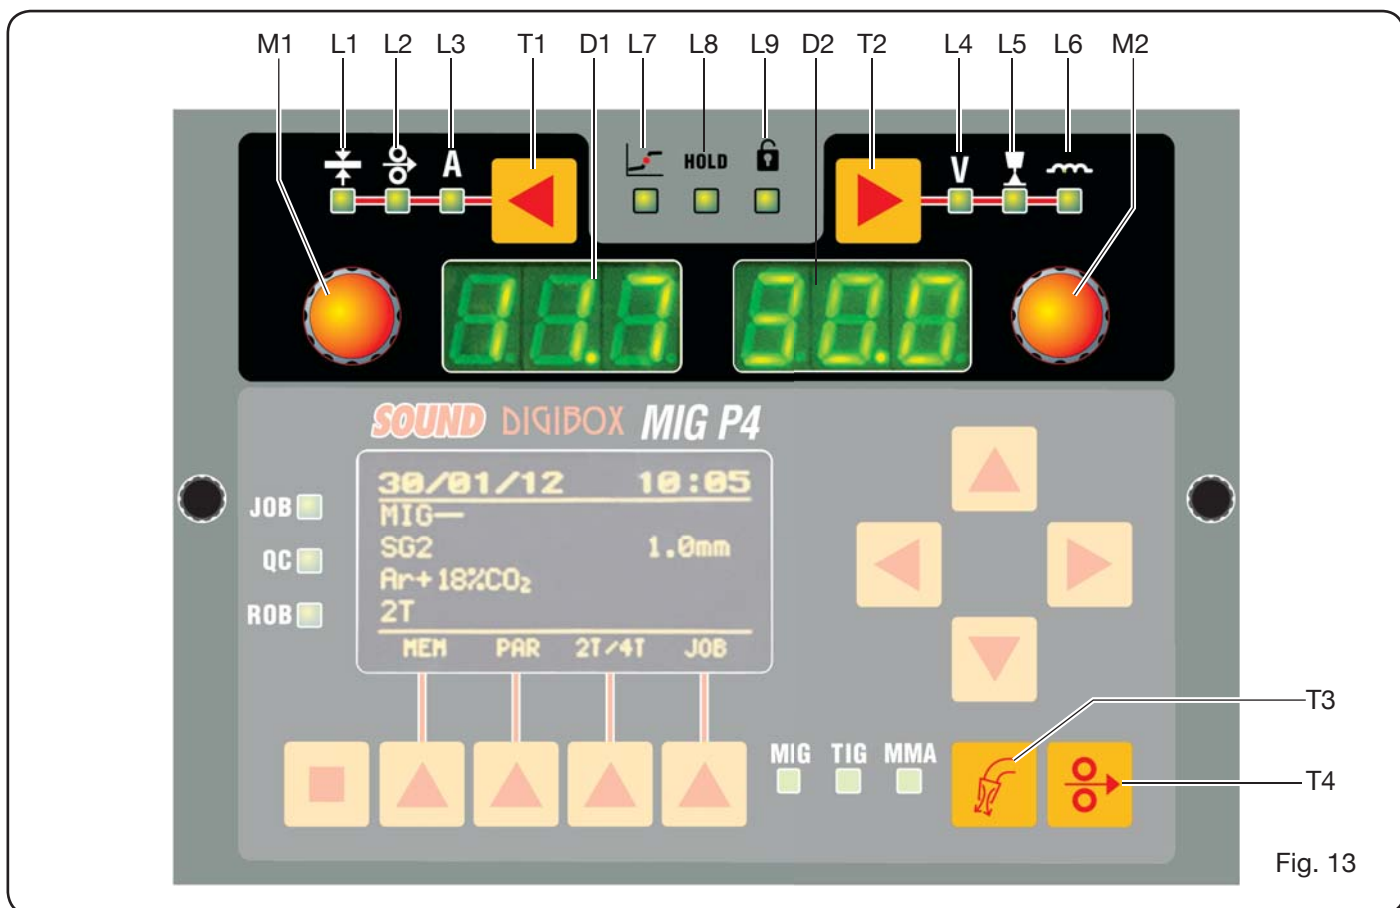
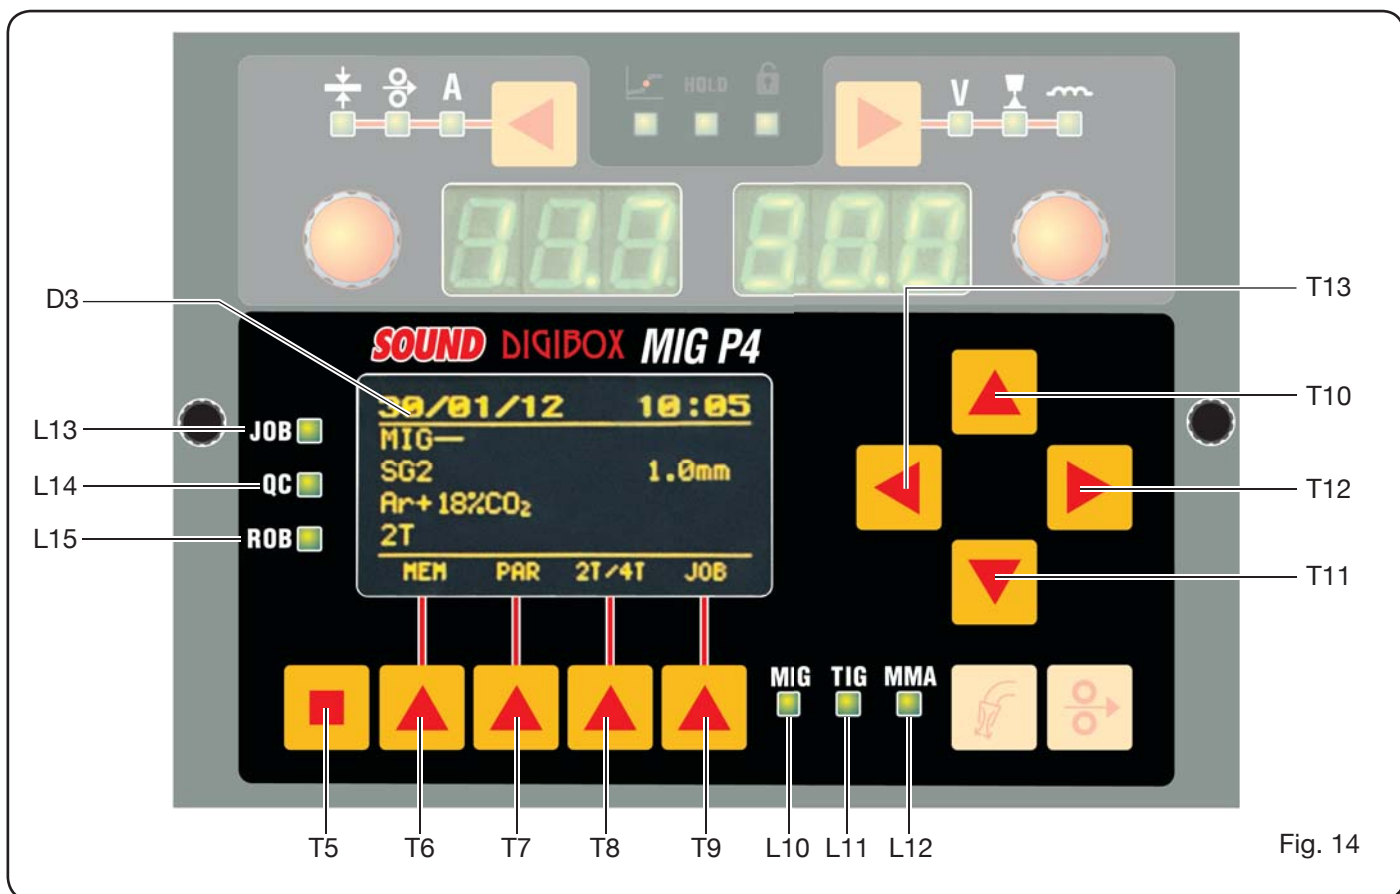

Fig. 13
Fig. 14
El panel de mandos está formado por una zona **control** (Fig. 13) y una zona **programaciones** (Fig. 14).
6.1 TABLERO DE CONTROL (FIG. 13).
6.2 PANEL DE LAS PROGRAMACIONES (FIG. 14).